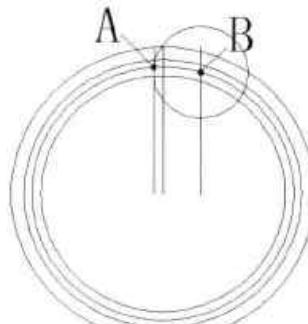

图12-43 绘制辅助圆
**Step06** 执行“圆”命令，将 B 点指定为圆心点，然后捕捉 A 点，完成辅助圆的绘制，如图 12-43 所示。